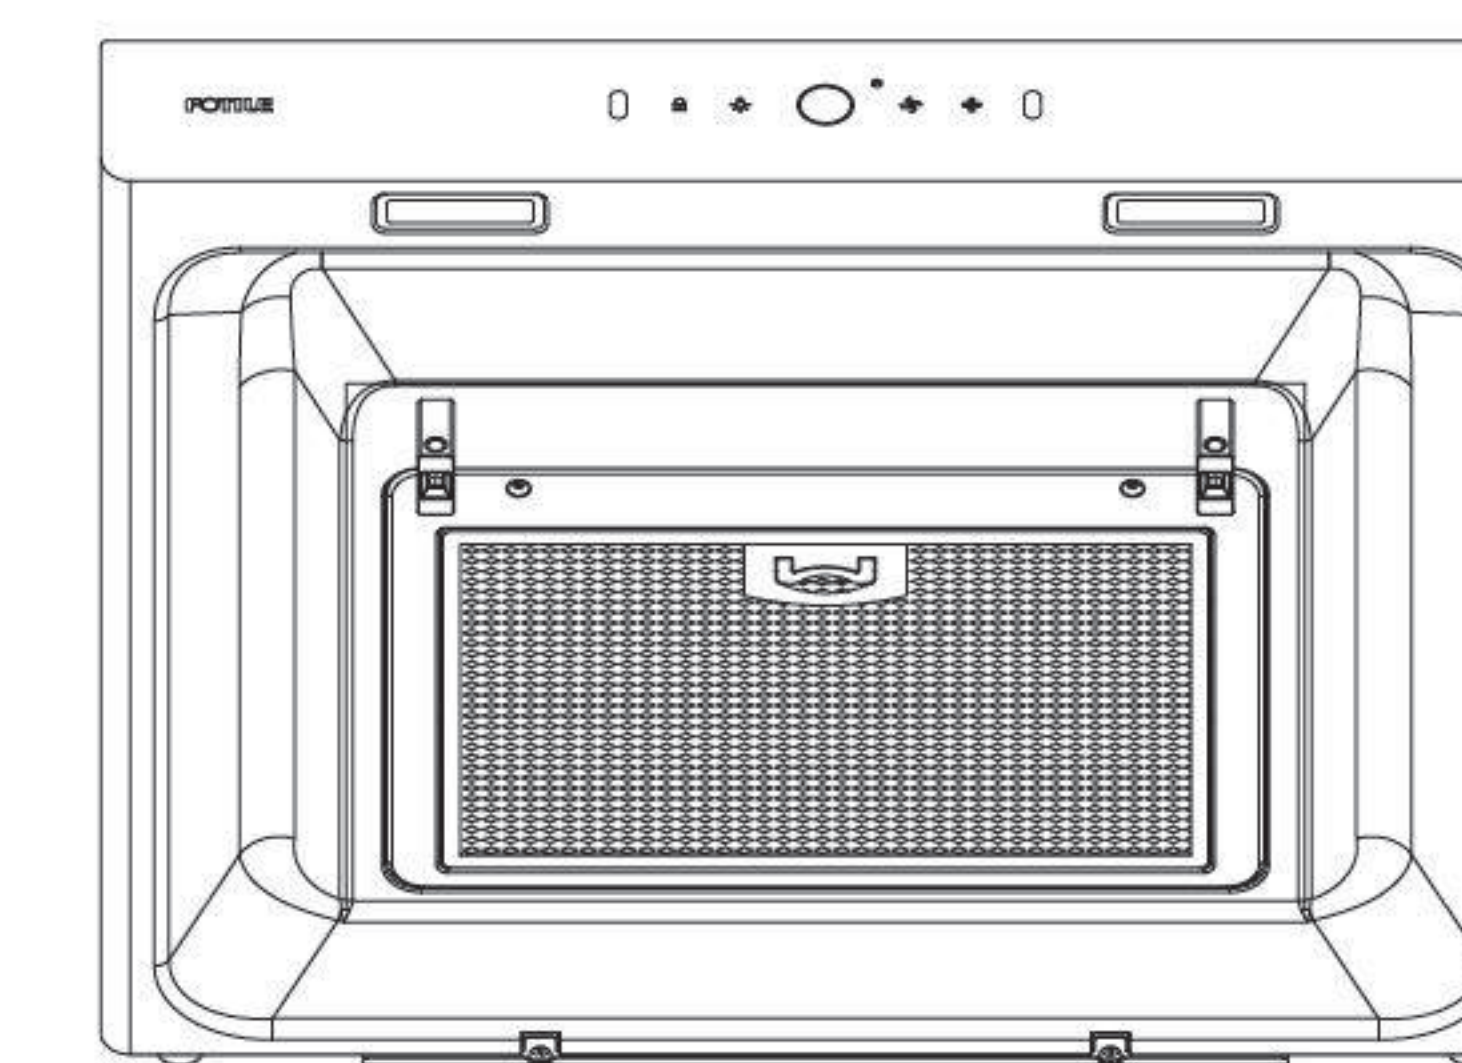
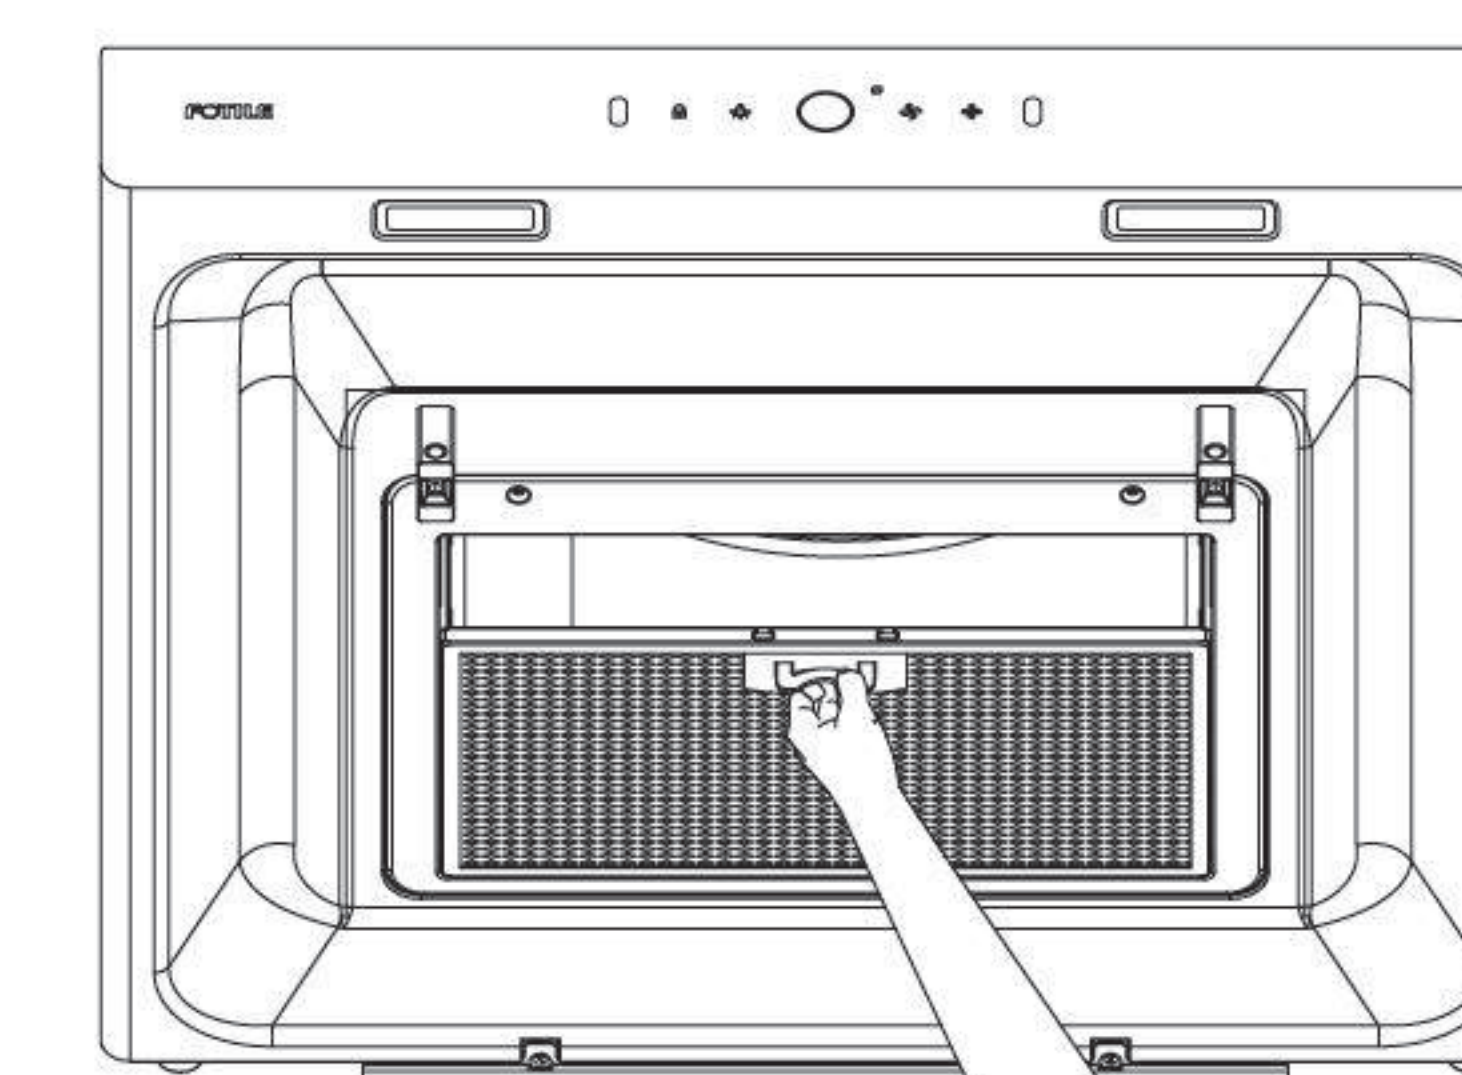

Fig.3
Fig.4
2. 直接扳开前滤网卡扣，取下前滤网（见Fig.3和Fig.4）；
2. 然后取下前滤网 (见Fig.3和Fig.4);